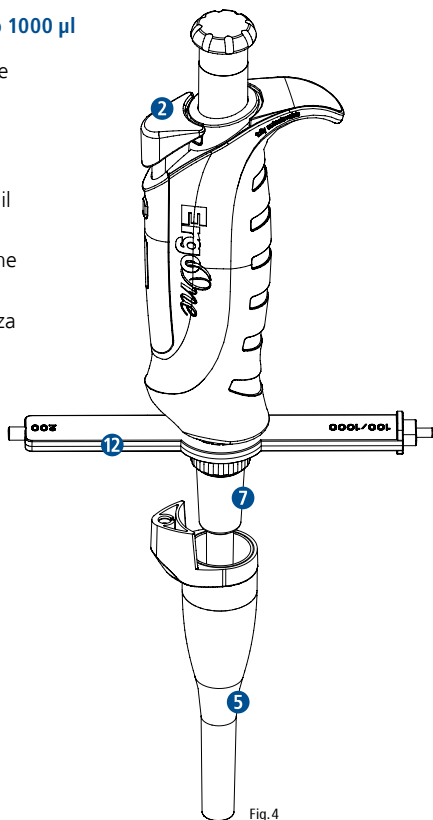

Fig. 4
- Premere completamente il pulsante di espulsione **2** e sfilare verso il basso il manicotto di espulsione puntale **5** (Fig. 4).